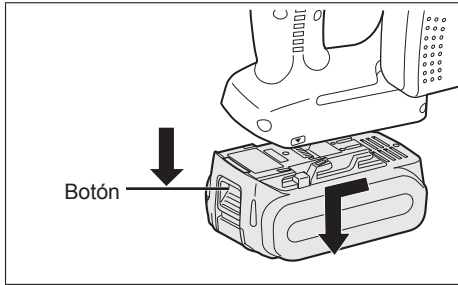

Fig. 3
- Para extraer la batería (Consulte la Fig. 3.) Presione el botón hacia abajo y deslice el paquete de baterías hacia delante.